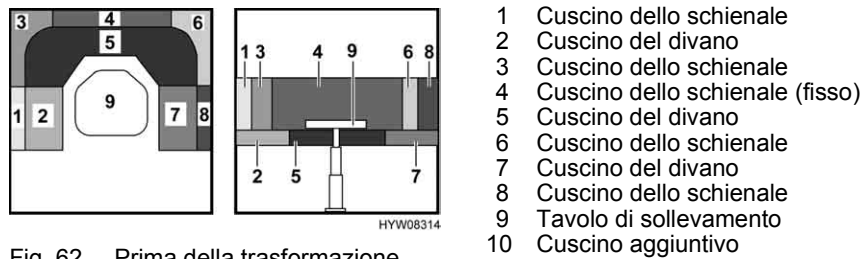

Fig. 62 Prima della trasformazione
- Rimuovere i cuscini dello schienale (Fig. 62, 1, 3, 6 e 8).